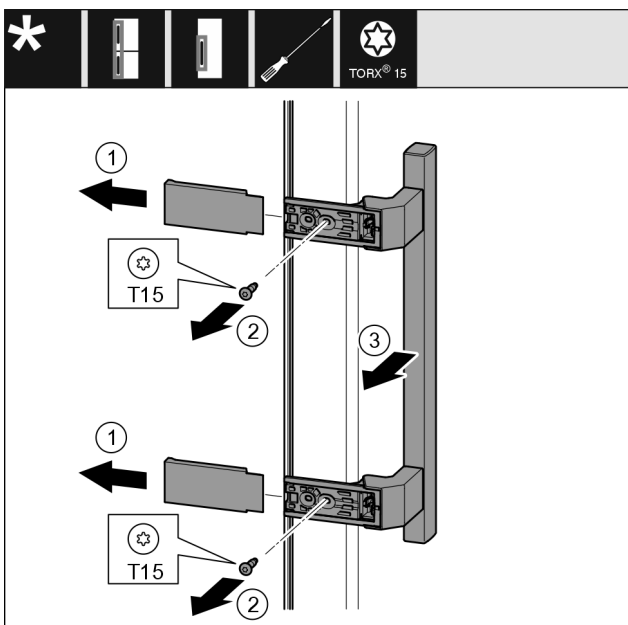

Fig. 19
- ▶ Abdeckung *Fig. 19 (1)* abziehen.
- ▶ Schrauben *Fig. 19 (2)* mit Schraubendreher herausdrehen.
- ▶ Griff *Fig. 19 (3)* abnehmen.
- ▶ Seitlichen Stopfen *Fig. 19 (4)* vorsichtig mit einem Schlitzschraubendreher anheben und herausziehen.
- ▶ Stopfen *Fig. 19 (5)* auf der anderen Seite wieder einsetzen.